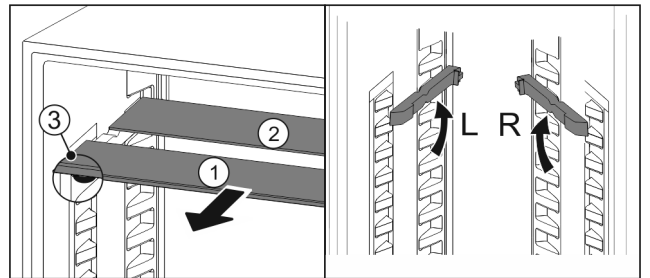

Fig. 198
- ▶ Húzza ki Fig. 198 (1) előre az üveglapokat egyesével.
- ▶ Az üveglap Fig. 198 (1) a díszlécet előre néz.
- ▶ Az ütközők Fig. 198 (3) lefelé mutatnak.